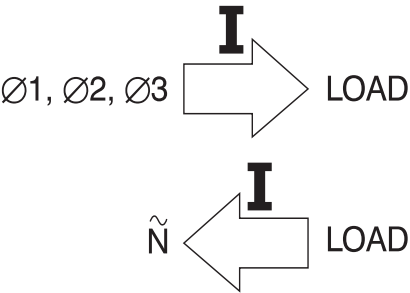

Abbildung 9. Orientierung der Stromzange
4. Klemmen Sie die Stromzange im rechten Winkel und zentrisch um den Leiter. Achten Sie darauf, daß der Pfeil an der Klemmbacke der Stromzange in die für die phasenrichtige Oszilloskop-Anzeige erforderliche Richtung zeigt. (Siehe Abbildung 9.) Benutzen Sie die Markierungen an den Klemmbacken, um den Leiter zentriert anzuordnen.